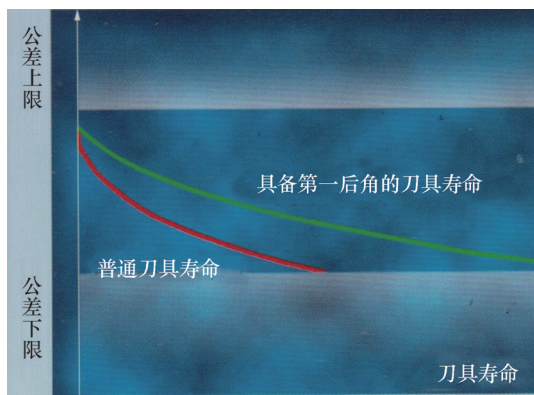

图16 起始磨损降低显著提高刀具寿命
1.0mm，称之为第一后角。正是由于有了第一后角，在起始切削时形成一个额外的稳定支撑引导，进而减少振动，在切入工件后又形成辅助支撑与导条共同作用，保持切削过程的稳定，尤其在刀具细长比大及高速切削时，效果尤为显著。不仅使加工出的工件孔径尺寸变小，而且改善了工件表面的粗糙度，在起始切削时对切削刀的磨损降低，进而也大幅延长了切削刀的寿命，如图16所示。